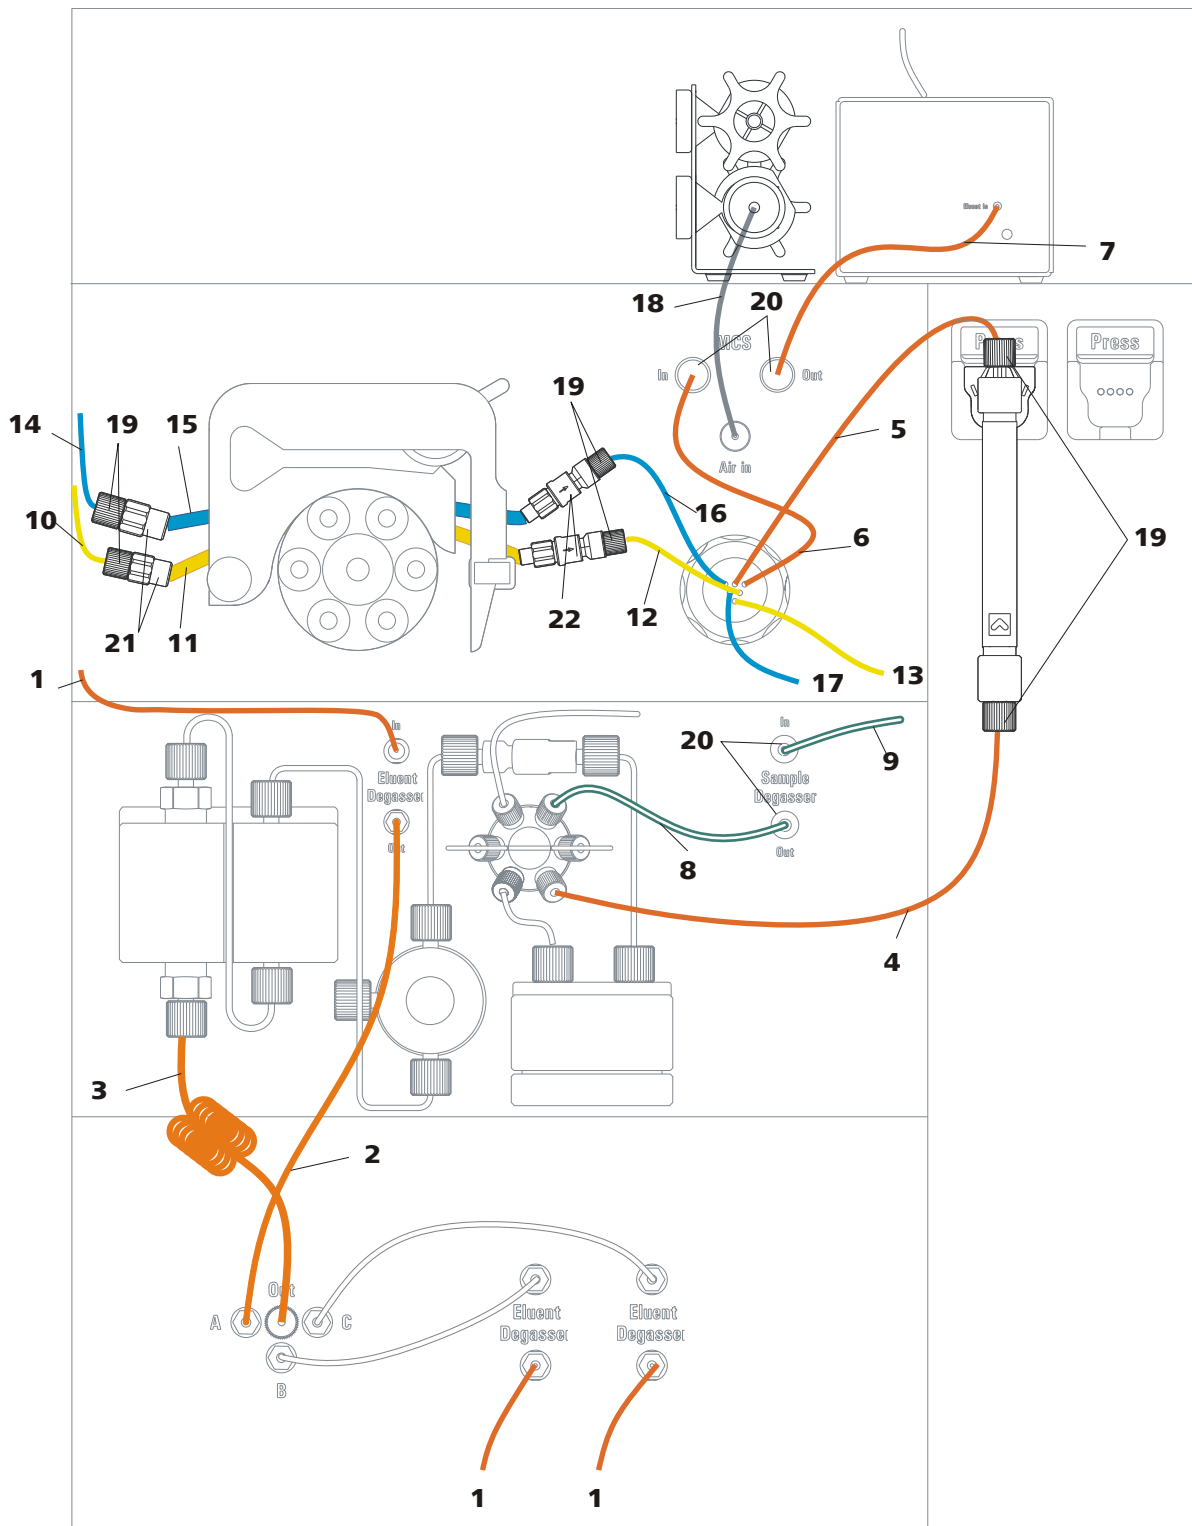

Figura 3 Diagrama de instalación
- un diagrama de instalación (véase *Figura 3, página 17*) que muestra un aparato completamente instalado.
La *figura 3 Diagrama de instalación* muestra las conexiones de capilares con la utilización de un gradiente de baja presión con tres soluciones.